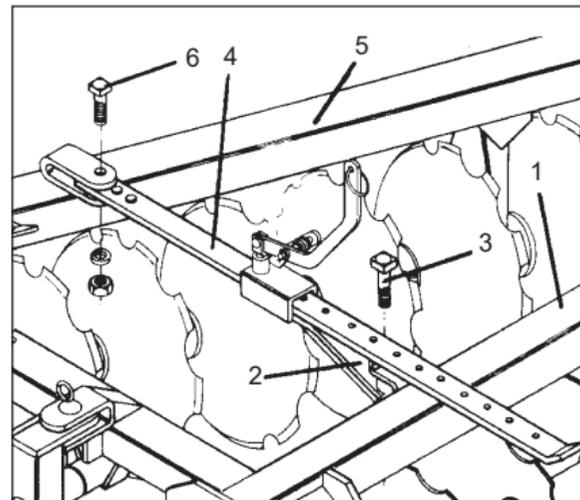

FIGURA 07
11 - Colocar na armação dianteira item 1 o puxador de trava item 2, com o pino item 3, passar a régua de trava item 4, pelo interior do corpo puxador de trava, unindo-a a seção traseira item 5 através do parafuso item 6, conforme mostra a **Figura 07**.